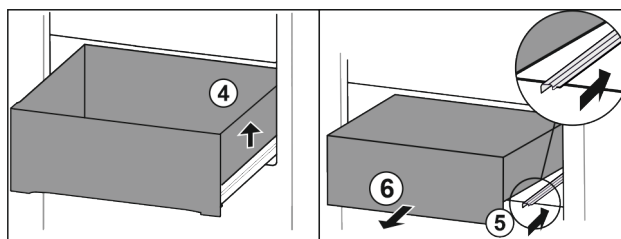

Fig. 90
- ▶ Emelje meg a fiók jobb oldalát. Fig. 90 (4)
- ▶ Tolja be a jobb oldali sínt. Fig. 90 (5)
- ▶ Vegye ki a fiókot előre felé. Fig. 90 (6)